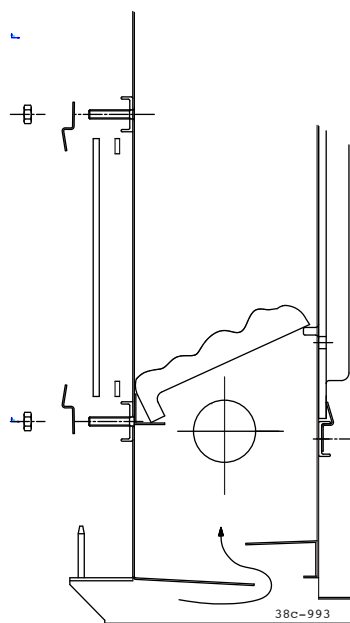

fig. 3
- Plaats de gloeikooltjes gelijkmatig verdeeld op het raamwerk in de verbrandingskamer (fig. 3).
Monteren van de thermostaatvoeler (fig. 3)